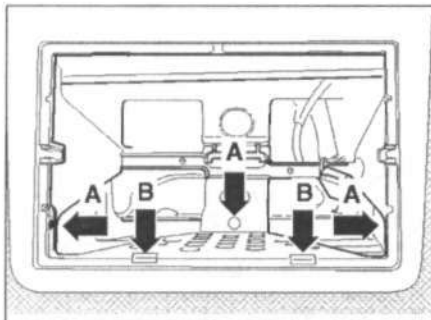

Рис. 12.45. Выкрутите винты (стрелки А) и установите крепежные ушки вверх (стрелки В).
2. Выкрутите винты (стрелки А) и установите крепежные ушки вверх (стрелки В) (рис. 12.45).